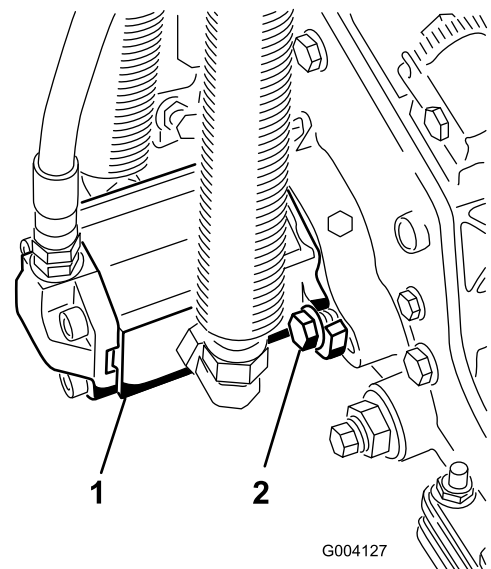

Figura 15
10. Instale el motor girándolo en el sentido de las agujas del reloj de modo que las bridas del motor no choquen con los tornillos de caperuza (Figura 15). Gire el motor en el sentido contrario a las agujas del reloj hasta que las bridas rodeen los tornillos de caperuza, luego apriete los tornillos de caperuza.